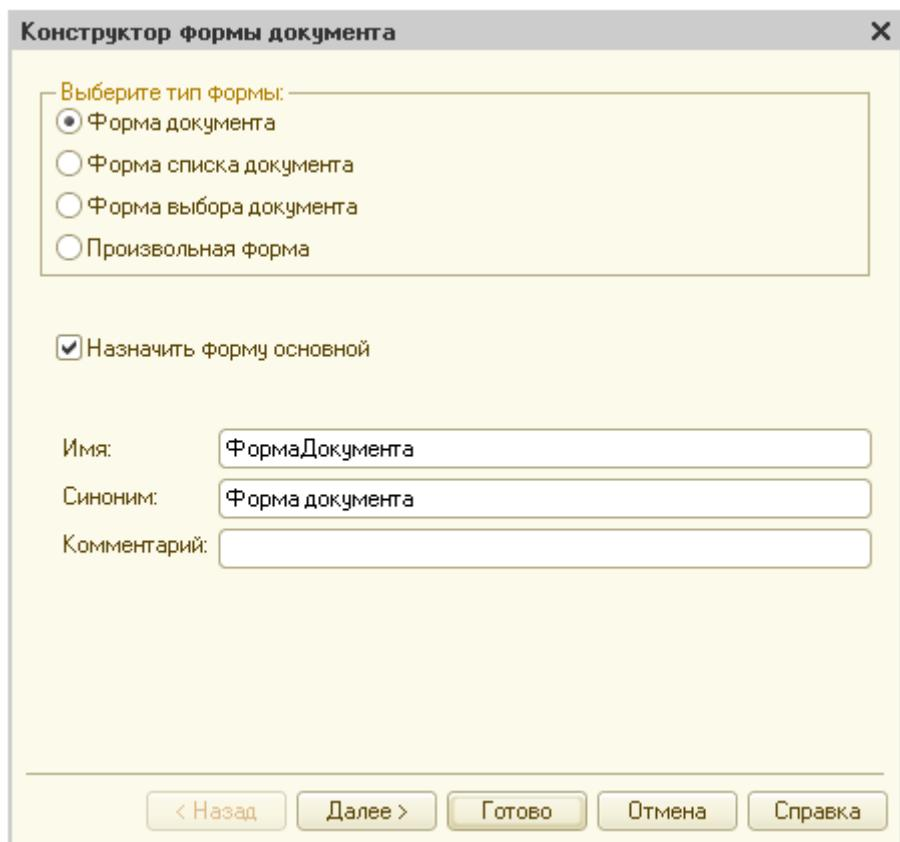

Рисунок 32 Конструктор формы документа
- На вкладке **Формы** нажмите кнопку **«Добавить»**, откроется Конструктор формы документа (рис. 32). Выберите тип формы – **Форма документа**, назначьте ее основной, нажмите кнопку **Готово**. Откроется форма документа в Конструкторе форм.